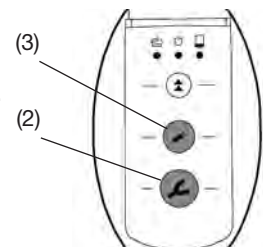

fig. 8
- Si el usuario pulsa una de las teclas de alimentación (cubeta de impresión [2, fig. 8] o dispensador [3, fig. 8]) sin seleccionar un programa de mezcla, se activa automáticamente el programa "ST". El LED situado junto a la tecla "ST" se enciende.
- Pulse y mantenga la tecla de avance (2) o (3) (según la velocidad o la función deseadas):
- Cubeta de impresión (2), velocidad de extrusión normal con programa de mezcla activado.